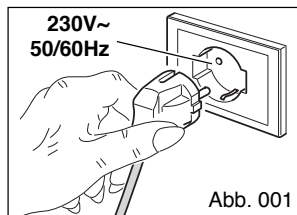

Abb. 001
- **Das Gerät NUR an Steckdosen mit einer Belastbarkeit von mindestens 10 A anschließen (Abb. 001).**